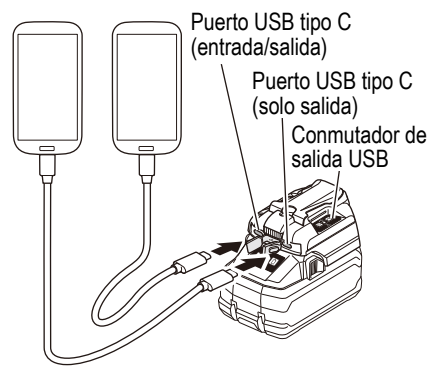

Fig. 3
- (1) Conecte el cable USB. (Fig. 3)